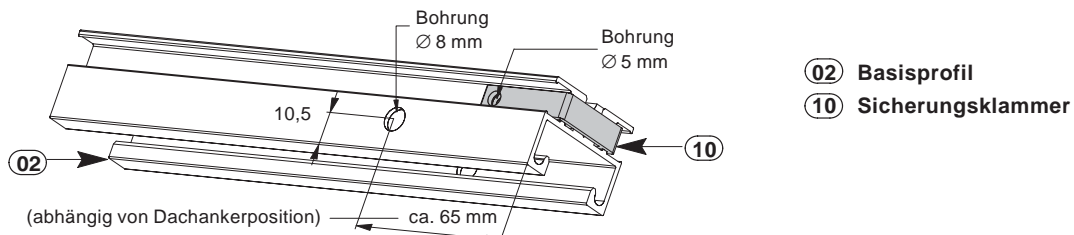

Abbildung 7b: Montage des Sicherungs-Sets
Die Basisprofile können vor dem Transport auf das Dach - gemäß Abbildung 7b/8b - vorbereitet werden.
- 1.) Bohrung (\varnothing 8 mm) im Basisprofil einbringen (Maße: siehe Abbildung 7b).